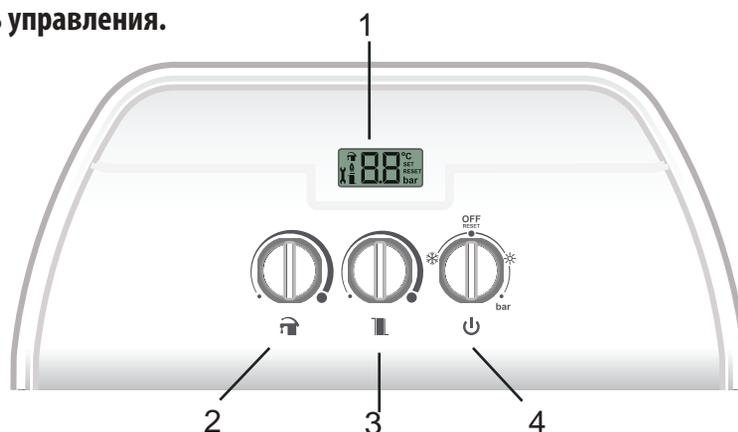
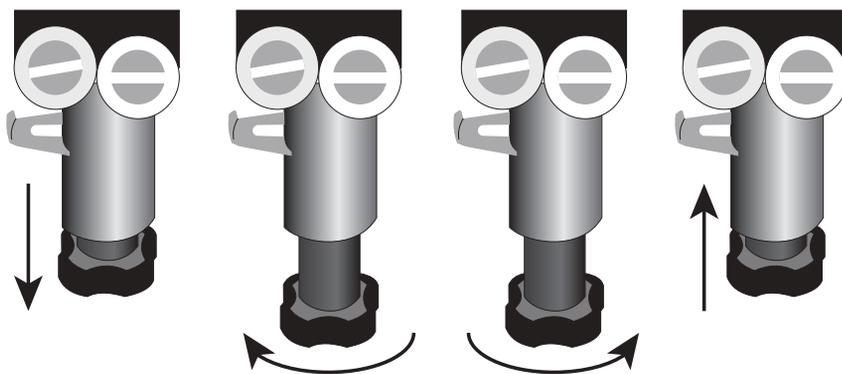

Рис. 2. Панель управления.
Рис. 7. Кран для заполнения водой системы отопления.
- Для включения котла поверните переключатель режимов работы (поз. 7 – рис. 2) в положение «Лето ☀» или «Зима ❄».
Для выключения котла поверните переключатель режимов работы (поз. 7 – рис. 2) в положение «OFF-Reset».
Для включения режима «Лето ☀» поверните переключатель режимов работы котла (поз. 7 – рис. 2) в положение «Лето ☀». Этот режим предназначен только для подачи горячей воды (ГВС), система отопления в этом режиме не работает.
Для включения режима «Зима ❄️» поверните переключатель режимов работы котла (поз. 7 – рис. 2) в положение «Зима ❄️». Этот режим предназначен для нагрева системы отопления и подачи горячей воды.
С помощью ручки регулировки температуры в системе отопления (поз. 6 – рис. 2) установите необходимую температуру теплоносителя от 40 до 80 °С.
С помощью ручки регулировки температуры горячей воды (поз. 5 – рис. 2) установите необходимую температуру ГВС от 35 до 64 °С.
Давление в системе отопления, измеряемое манометром котла (поз. 3 — рис. 2), должно составлять 1,3-1,5 бар. Если во время работы котла давление в системе упадет до величины ниже минимально допустимой, котел будет остановлен и на дисплее высветится ошибка F7. С помощью крана подпитки воды (рис. 7) доведите давление до первоначального значения 1,3-1,5 бар. По окончании операции всегда закрывайте кран подпитки воды.